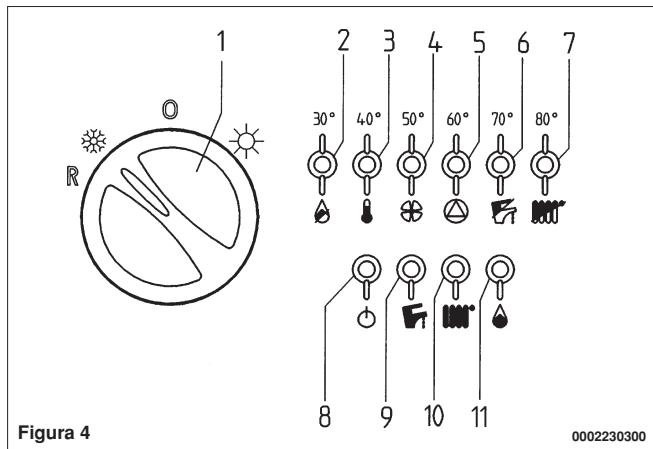

Figura 4
Avvertenza: In fase di prima accensione, finché non viene scaricata l'aria contenuta nella tubazione del gas, si può verificare la non accensione del bruciatore ed il conseguente blocco della caldaia. Si consiglia in questo caso di ripetere le operazioni di accensione, fino all'arrivo del gas al bruciatore, posizionando momentaneamente la manopola (1) in (R) (vedere anche figura 4).
Advertencia: En fase de primer encendido, hasta que no se haya descargado el aire contenido en la tubería del gas, es posible que el quemador no se encienda, con consiguiente bloqueo de la caldera. En este caso se aconseja repetir las operaciones de encendido, hasta que el gas llegue al quemador, ubicando momentáneamente el botón (1) en (R) (véase también figura 4).